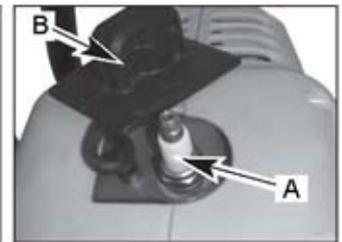

Рис. 11B
1. Чтобы вывернуть свечу (A) (Рис. 11B) для очистки или замены: убедитесь, что двигатель выключен и свеча остыла, возьмитесь рукой за колпачок свечи (B) (Рис. 11B) и отсоедините его от свечи. С помощью свечного ключа выверните свечу зажигания. Осмотрите, очистите и при необходимости замените.